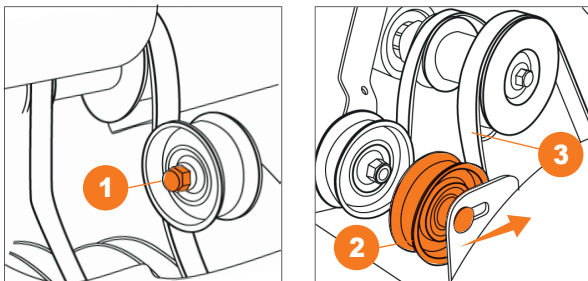

Рис. 17
- В случае если щетка не вращается или перестает вращаться под нагрузкой и регулировка натяжения троса не дает результата, необходимо произвести натяжку приводного ремня при помощи прижимного ролика (Рис. 17).